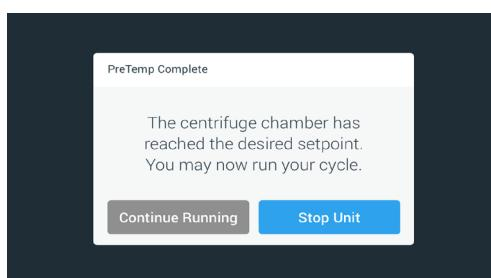

Abbildung 3–23: Popup-Fenster Vortemperierung abgeschlossen
5. Wenn die Temperatur in der Zentrifugationskammer den Vortemperierungs-Sollwert erreicht, erscheint das in Abbildung 3–23 dargestellte Popup-Fenster Vortemperierung abgeschlossen und meldet, dass die Zentrifuge ordnungsgemäß vortemperierte und bereit ist.